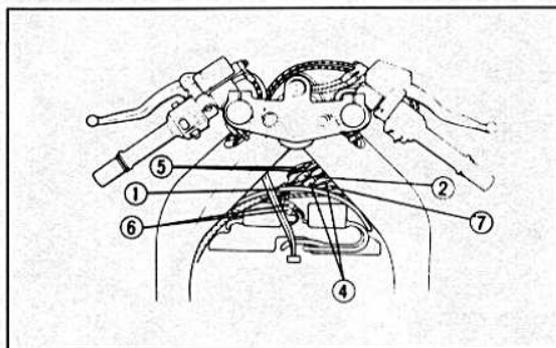

Bild 215
- Den Starterzug mit Hebel abbauen (Bild 215).